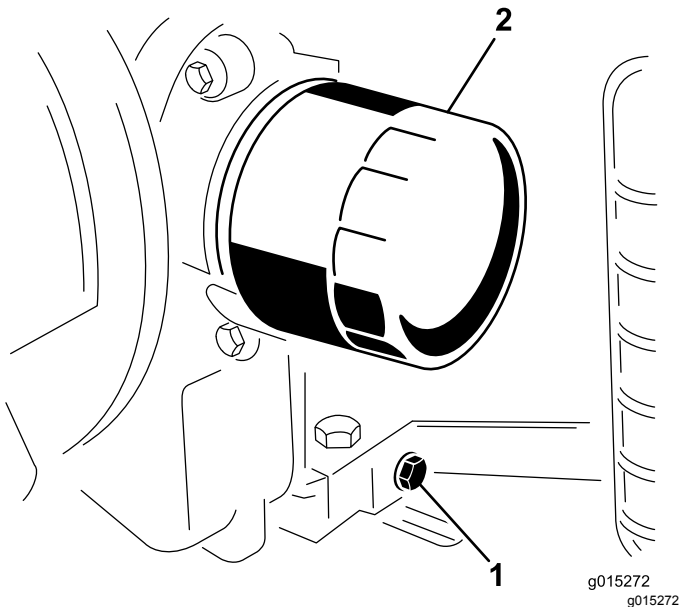

Bild 15
4. Stellen Sie eine Auffangwanne unter die Ölablassschraube. Nehmen Sie die Ölablassschraube ab, damit das Öl ablaufen kann (**Bild 15**).